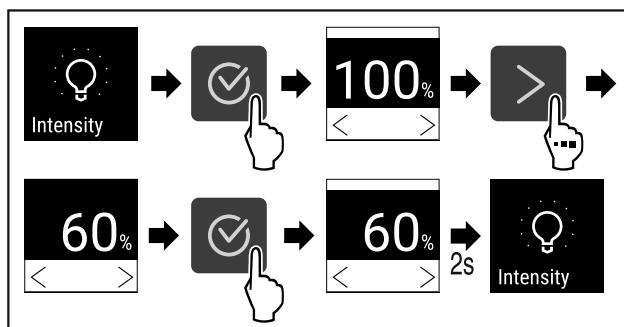

Fig. 89
- ▶ Atlikite veiksmus (žr. Fig. 89).